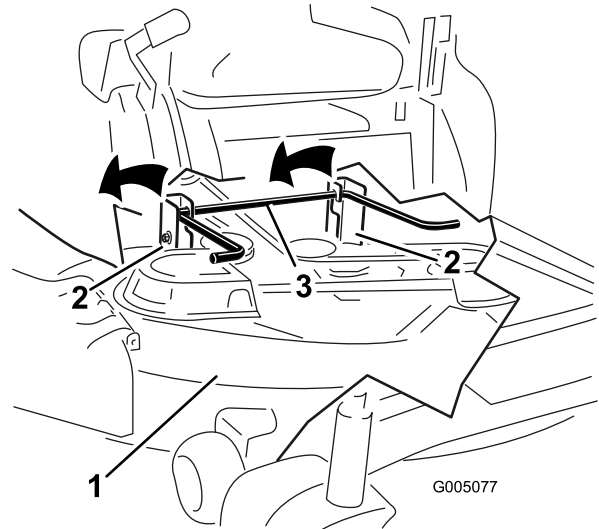
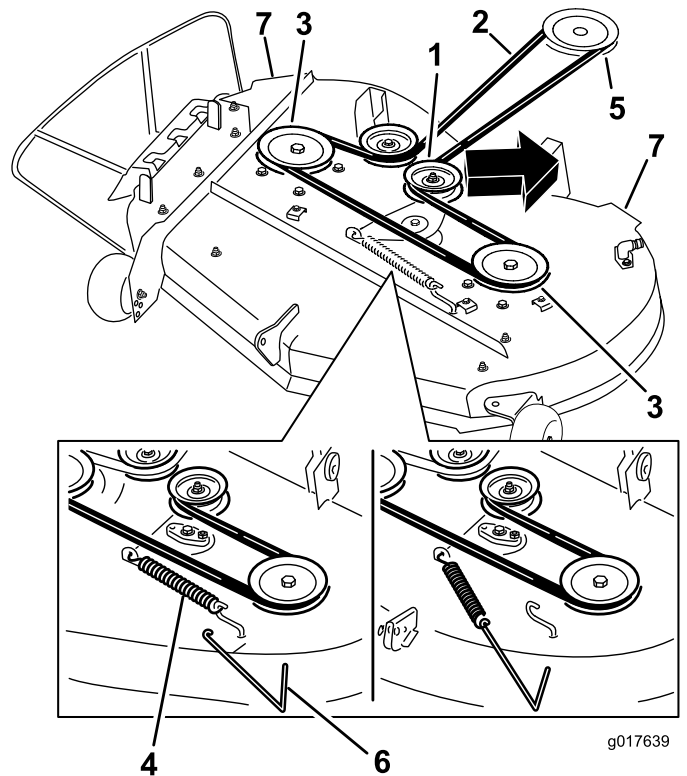

Figure 55
Figure 56
- En vous aidant des poignées, soulevez le tablier de coupe et les supports pour les dégager de la tige de levage arrière et abaissez le tablier au sol avec précaution (Figure 55 et Figure 56).
4. À l'aide d'un outil de dépose de ressort (réf. Toro 92-5771), décrochez le ressort du crochet sur le tablier pour éliminer la tension sur la poulie de tension et déchaussez la courroie des poulies (Figure 56).
5. Acheminez la courroie neuve autour de la poulie du moteur et des poulies du tablier de coupe (Figure 56).
6. À l'aide d'un outil de dépose de ressort (réf. Toro 92-5771), accrochez le ressort au crochet situé sur le tablier, ce qui a pour effet d'exercer une tension sur la poulie de tension et la courroie du tablier de coupe (Figure 56).
5. Soulevez l'arrière du tablier de coupe et guidez les supports sur la tige de levage arrière (Figure 55).